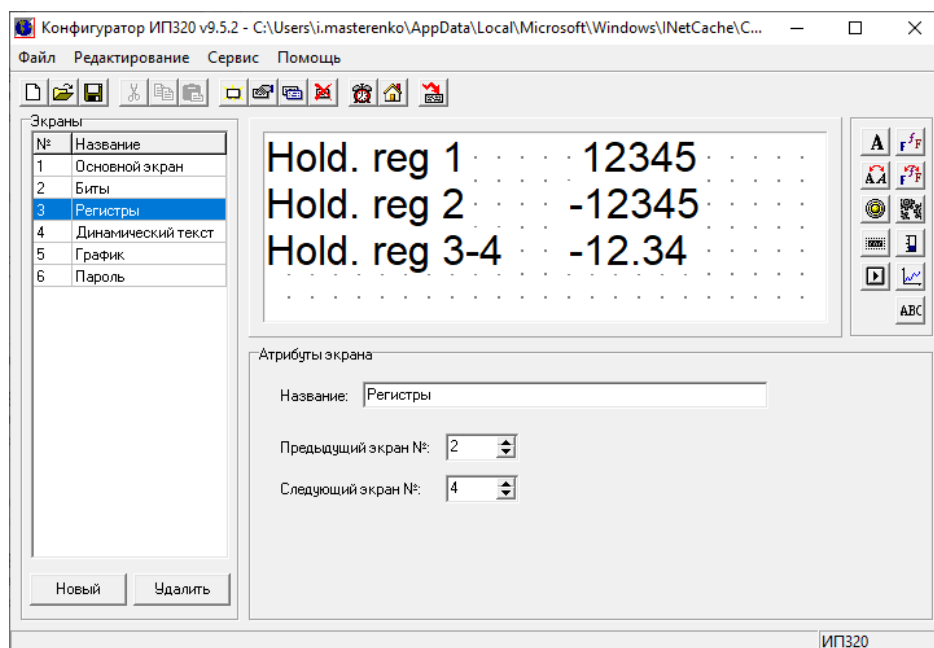

Рис. 6. Экран **Регистры**
3. На экране **Регистры** (рис. 6) выполняется запись и чтение регистров.